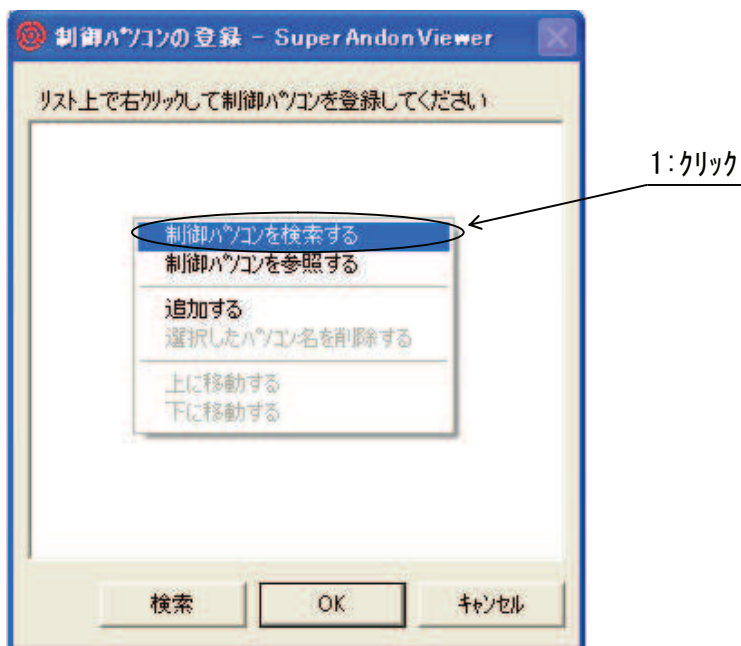

図 4-2-3
- (\*8) 画面の空白部を右クリックするとコンテキストメニューが表示されますが、その中の“制御パソコンを検索する”をクリックしても同じ動作となります。(図4-2-3)